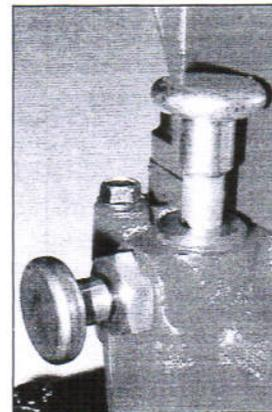

Fig. 21
b. Per disinnescare la trivella dal motore, e mettere in folle, portare l'alberino a metà della sua corsa (vedi fig.21).